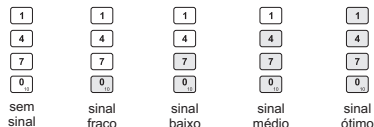

Figura 4: nível de sinal da antena
- leds [0], [7], [4] e [1] : nível de sinal da antena (vide figura 4)